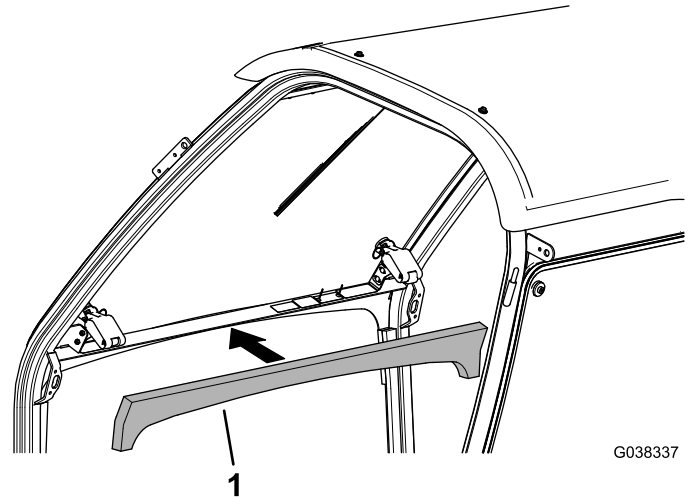

Figur 9
3. Fjern de 3 skruer og 3 møtrikker, der fastgør venstre holdegreb, og fjern den (Figur 9).
9. Monter det tidligere fjernede venstre holdegreb med 3 skruer og 3 møtrikker (Figur 9).